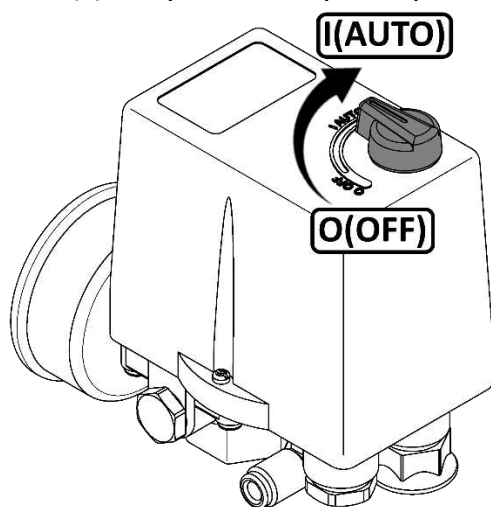

Рисунок 3
- Проверьте, чтобы выключатель на реле давления находился в выключенном положении "O" или "OFF", в зависимости от исполнения (рис. 3).
- Выключить компрессор выключателем **3** на реле давления (рис. 4-5). Для этого необходимо переключить выключатель в положение "О" или "OFF", в зависимости от исполнения (рис. 3). После этого остановится электродвигатель и произойдет сброс давления из нагнетательного воздухопровода и поршневого блока.
- Переключите выключатель **3** на реле давления в положение "**О**" или "**OFF**", в зависимости от исполнения (рис. 3).